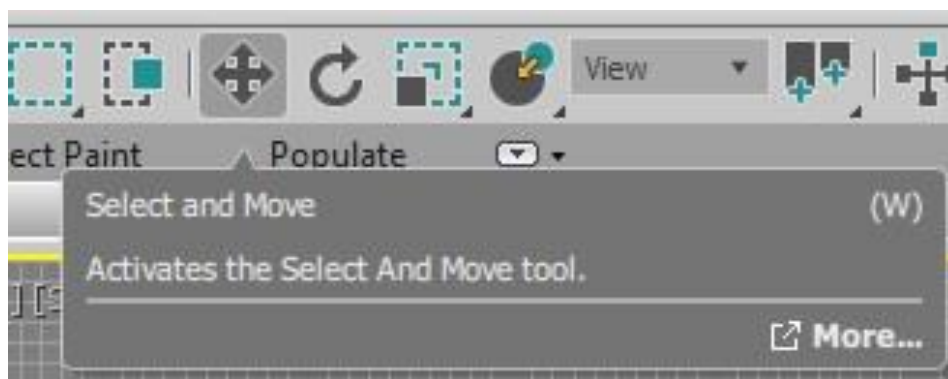

Рисунок 2.75 – Применяем команду *Select and Move* (Перемещение)
- *Select and Move* (Перемещение) (Рисунок 2.75);